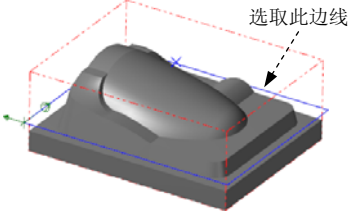

图 17.5 定义加工边界
② 设置加工边界。在 **边界范围** 区域中单击  按钮，系统弹出“串连选项对话框”。在图形区中选取图 17.5 所示的边线，单击  按钮，系统返回至“刀具路径的曲面选取”对话框。
③ 单击  按钮，完成加工区域的设置，同时系统弹出“曲面粗加工挖槽”对话框。